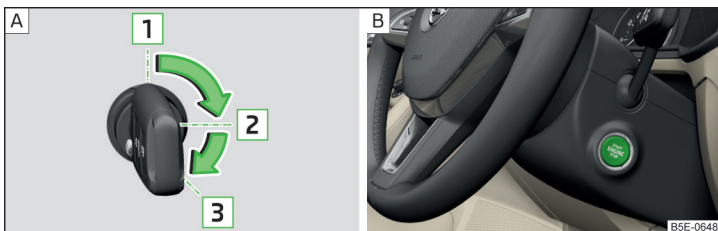

Fig. 240 Positions de la clé du véhicule dans le contacteur d'allumage / bouton de démarrage
Positions de la clé du véhicule dans le contacteur d'allumage » fig. 240 - [A]
➤ Appuyez sur le bouton » fig. 240 - [B], le contact est mis/coupé.
- Sur les véhicules avec **contacteur d'allumage**, tournez la clé dans la position 3 » fig. 240 à la page 213 - [A], le processus de démarrage est enclenché. Relâchez ensuite la clé, le moteur démarre automatiquement.
- Sur les véhicules avec **bouton de démarrage**, enfoncez brièvement le bouton » fig. 240 à la page 213 - [B], le moteur démarre automatiquement.
- Sur les véhicules avec **contacteur d'allumage**, tournez la clé dans la position 1 » fig. 240 à la page 213 - [A].
- Sur les véhicules avec **bouton de démarrage**, enfoncez le bouton » fig. 240 à la page 213 - [B], le moteur et le contact sont coupés simultanément.
➤ Maintenez le bouton enfoncé » fig. 240 à la page 213 -  ou appuyez à deux reprises dans un délai d'1 seconde.